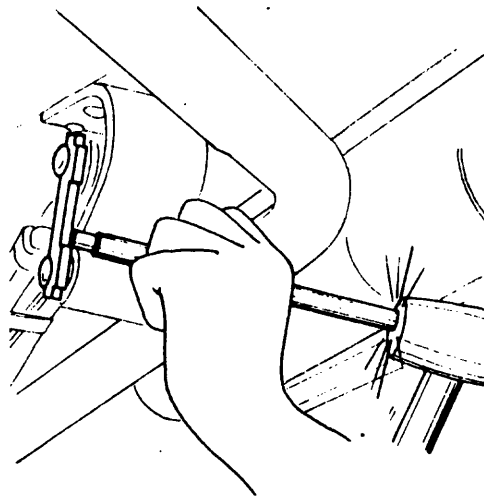

Fig. 4
- f Retire los candados (fig. 4).